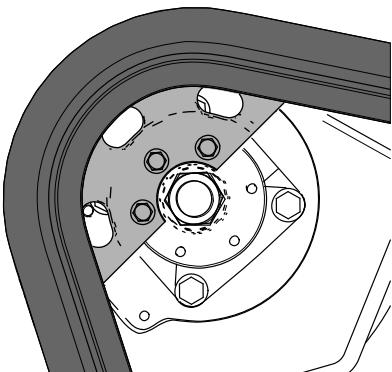

Figure 64
17. Poussez la commande de déplacement en avant jusqu'à ce que la moitié du pignon d' entraînement s'engage sur la chenille (Figure 64).